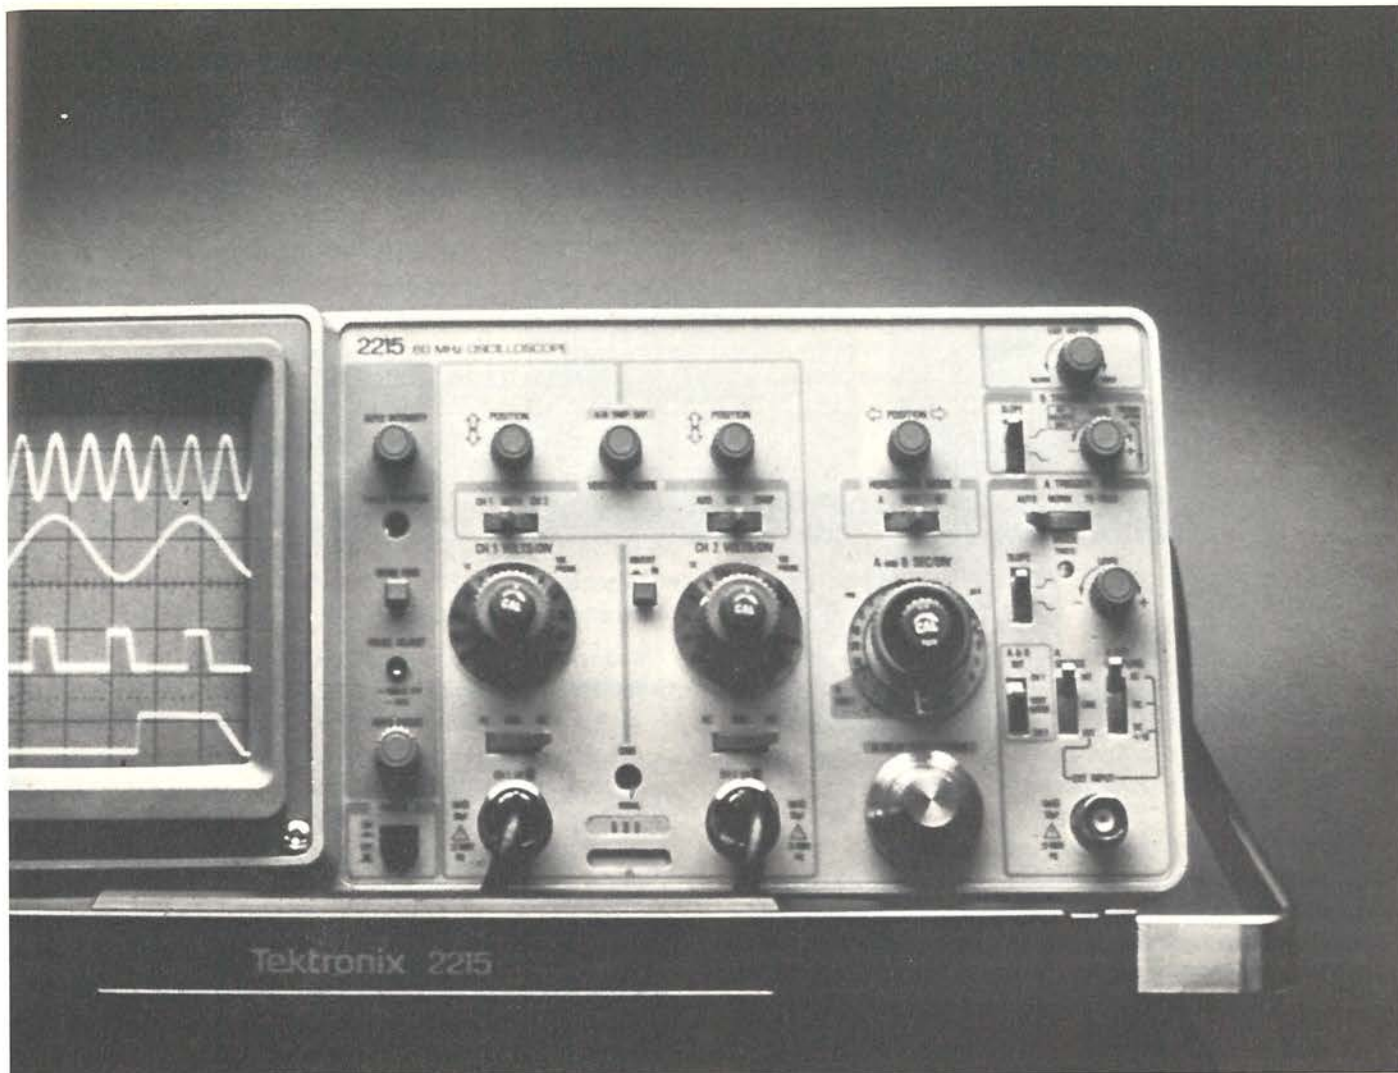

Figura 30
La figura 30 fornisce ogni dettaglio delle sezioni verticale, orizzontale e di trigger quanto a comandi e diciture, così come compaiono sul pannello frontale dell'oscilloscopio modello TEK 2215.
I comandi delle sezioni verticale e di visualizzazione sono quasi eguali a quelle del modello 2213 e per essi ci si potrà quindi riferire al pieghevole inserito alla fine del testo, oltre che alla figura 30 solo per il comando ALT SWP SEP che compare nella sezione verticale tra i due di POSITION.
- 2) I comandi verranno così predisposti (vedi figura 30):